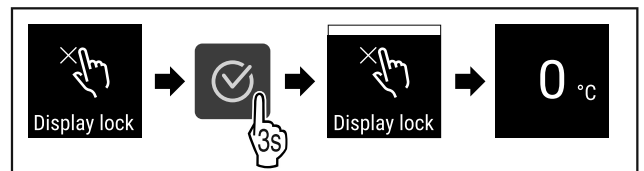

Fig. 96
- Vykonajte kroky akcie (pozri Fig. 96).